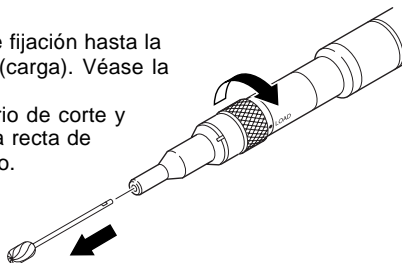

Figura 4. Extracción del accesorio de corte
1. Gire el cuello de fijación hasta la posición LOAD (carga). Véase la figura 4.